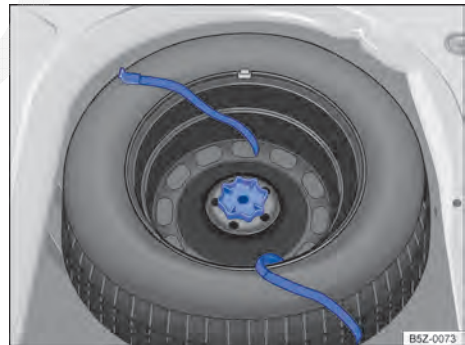

Fig. 142 No compartimento de bagagem: manipulô para fixação da roda de emergência. ▶
- Girar totalmente o manípulo localizado no meio da roda de emergência → Fig. 142, no sentido anti-horário e remover a roda de emergência.